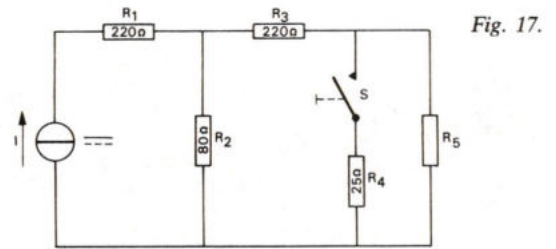

Fig. 17.
5. Wordt in de schakeling van fig. 17 de schakelaar S gesloten dan neemt het in de weerstand R_5 gedissipeerde vermogen af met 12 dB.